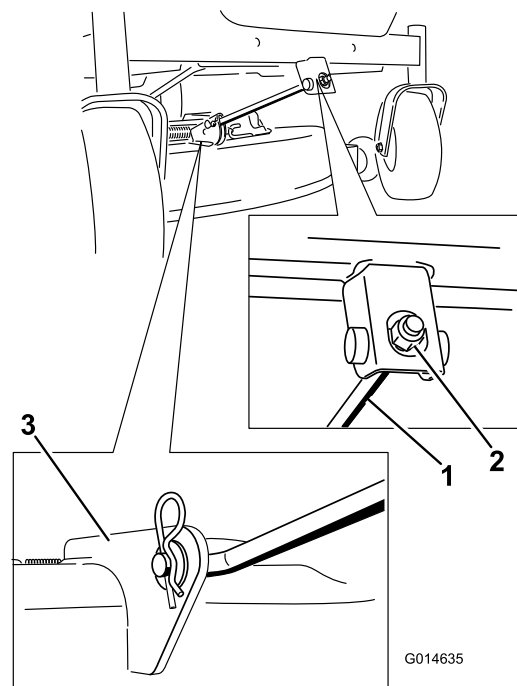

Bild 65
4. Entfernen Sie den Splint von der vorderen Stützstange und entfernen Sie die Stange von der Mähwerkhalterung (Bild 65). Lassen Sie die Vorderseite des Mähwerks vorsichtig auf den Boden ab.
6. Befestigen Sie die vordere Stützstange mit den Lastösenbolzen und Splints am Mähwerk (Bild 65).